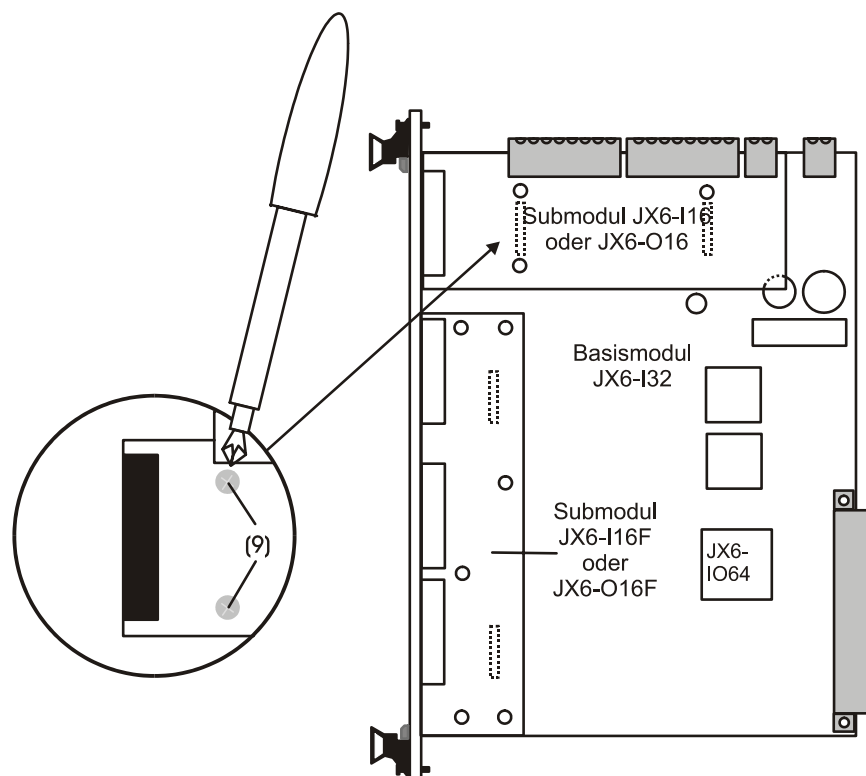

Abb. 34: Submodul vom Basismodul JX6-I32 lösen
- Schrauben Sie diese Schrauben (9) mit einem Kreuzschlitzschraubendreher ab (siehe Abb. 34).